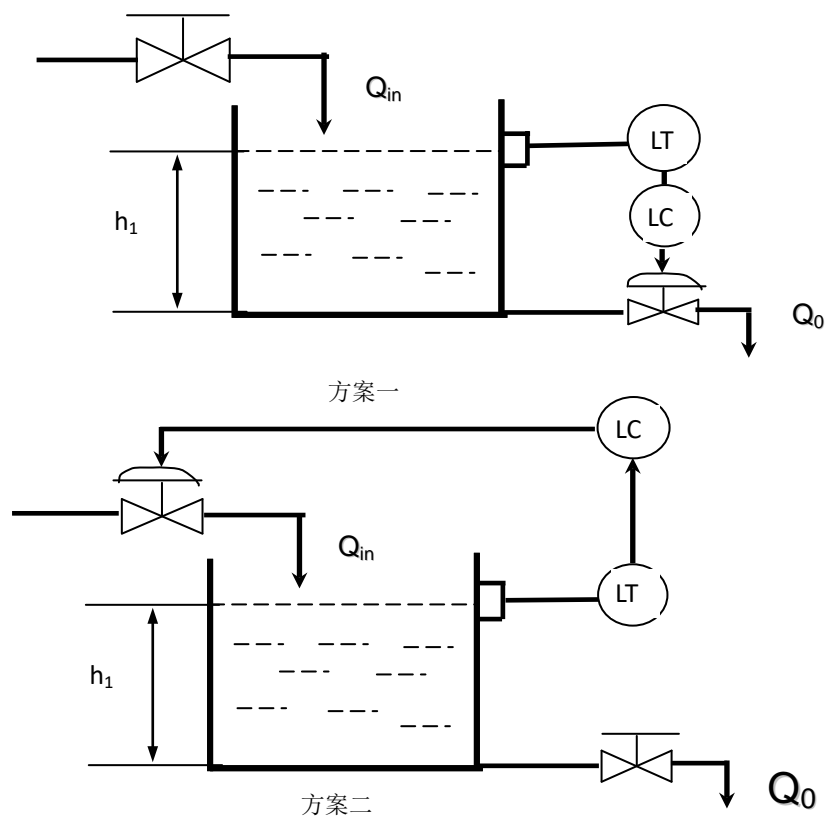

图 1-13 水槽的液位控制
- 1-5 图 1-13 是水槽液位系统的两种不同控制方案
- (1) 分别画出两个控制系统的方块图；
- (2) 分别指出两个控制系统的被控对象、被控变量和操纵(或称控制)变量；
- (3) 结合这两个系统的方块图，说明方块图中的信号流与工艺流程中的物料流。